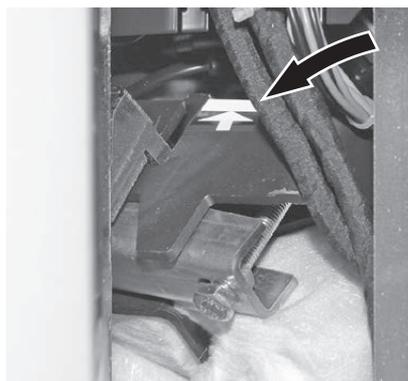

Fig. 42 Avvitare saldamente le viti di fissaggio in alto fino alla battuta (marcatura)
- ▶ Avvitare saldamente le viti di fissaggio in alto fino alla battuta (marcatura) – Fig. 42.